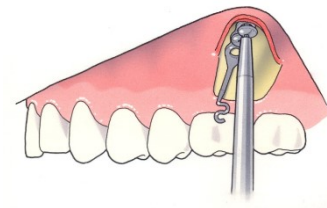

Fig. 3
De verankeringsplaat mag worden voorgebogen voor een optimaal contact tussen de verankeringsplaat en het corticaal bot. Het aanbuigen dient te gebeuren tussen het bovenste en onderste schroefgatje. De eerste zelfborende schroef (Surgi-Tec adviseert 5 mm lengte,  $\varnothing$  2.0mm, ref. 70-505S) in het middelste schroefgatje aanbrengen maar nog niet helemaal aanspannen zodat het anker nog wat kan worden gerooteerd. Vervolgens de tweede zelfborende schroef in het bovenste schroefgat aanbrengen (Surgi-Tec adviseert 5 mm lengte,  $\varnothing$  2.0mm, ref. 70-505S). Ten slotte de derde zelfborende schroef aanbrengen in het bovenste schroefgat (Surgi-Tec adviseert 5 mm lengte,  $\varnothing$  2.0mm, ref. 70-505S) (fig. 3).